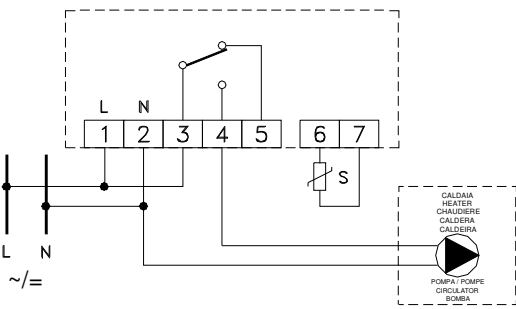

Fig. 5 Esempio di collegamento elettrico del TAE DI4 -C per funzione riscaldamento con una caldaia.
4. Realizar as ligações eléctricas seguindo o esquema das Fig. 5, 7 ou 8.
4. Eseguire i collegamenti elettrici seguendo lo schema di Fig. 5, 7 o 8.